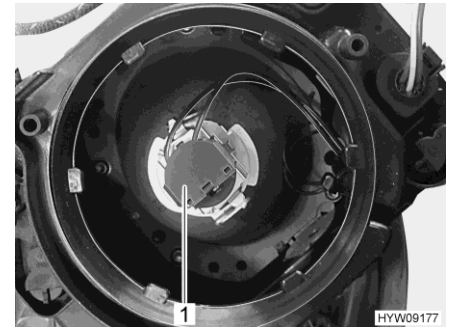

Bild 162 Glühlampe (Abblendlicht/Fernlicht)
- Fassung (Bild 162,1) mit der Lampe entgegen dem Uhrzeigersinn drehen und aus Lampengehäuse nehmen.
- Fassung (Bild 162,1) mit Glühlampe in das Lampengehäuse einsetzen und im Uhrzeigersinn festdrehen. Die Fassung rastet hörbar ein.